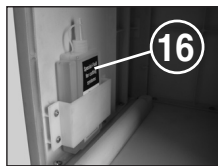

Рис. 6
Высуньте приемный контейнер (14), выньте верхнюю ванночку (16, рис. 6) из держателя на нижнем контейнере и снова вставьте контейнер.